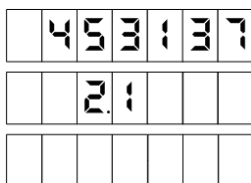

Рисунок 20
Если у значения параметра более 7 разрядов, то последующие разряды будут переноситься на вторую и третью строки поочередно. В значении параметра не могут отображаться точки после последней цифры в строке, поэтому если число содержит точку после 7 или 12 цифры, эта цифра будет перенесена на следующую строку. На рисунке 20 приведен пример чтения значения параметра "Ограничение по отпуску топлива" (502). Значение следует считать слева-направо, сверху-вниз: 453137,1 (рисунок 20).